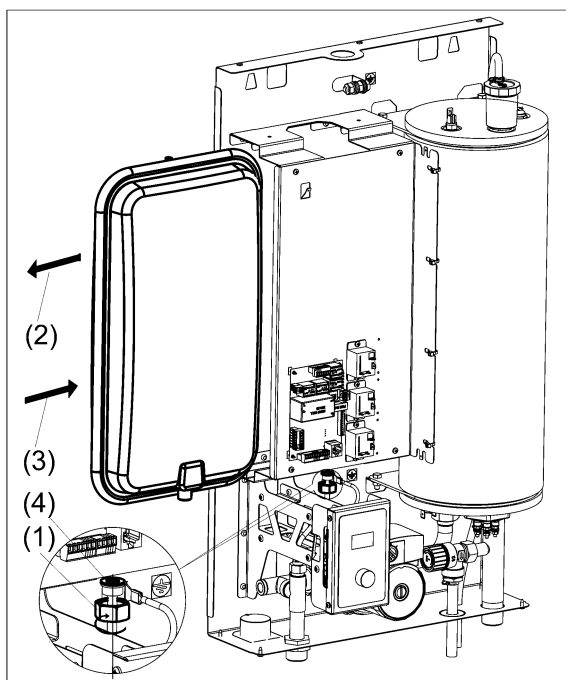

Рисунок 11. Замена расширительного бака
- (1) Открутите гайку, соединяющую бак и трубопровод подачи теплоносителя (см. рис. 11).
- (2) Извлеките бак из корпуса прибора.
- (3) Установите новый бак взамен прежнего.
- (4) Используйте новую уплотнительную прокладку.
- (5) Проверьте давление воздуха в расширительном баке. Давление воздуха должно быть в диапазоне (1,0÷1,5) бар. При необходимости отрегулируйте давление до нормы.
- (6) Закрутите гайку соединяющую напорный трубопровод подачи и бак. Выполните проверку герметичности соединения.